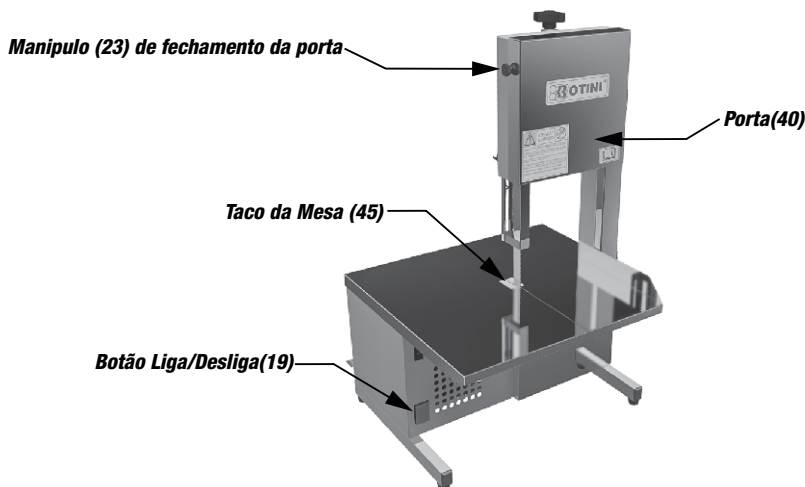

Figura 7
- Proteção da Lâmina (42)
- Lâmina (21)
- Taco da Mesa (45), (figura 7)
- Desmonte os componentes conforme orientações dada no item 2.3 deste manual.
- Utilize pano úmido e sabão neutro para limpeza do gabinete (17), mesa(24), corpo(7), volantes(47 e 48) e porta(40) do equipamento.